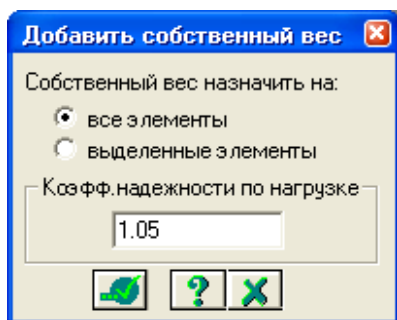

Рис.3.12. Диалоговое окно **Добавить собственный вес**
- Вызовите диалоговое окно **Добавить собственный вес** (рис.3.12) из меню **Нагрузки** ⇒ **Добавить собственный вес**.